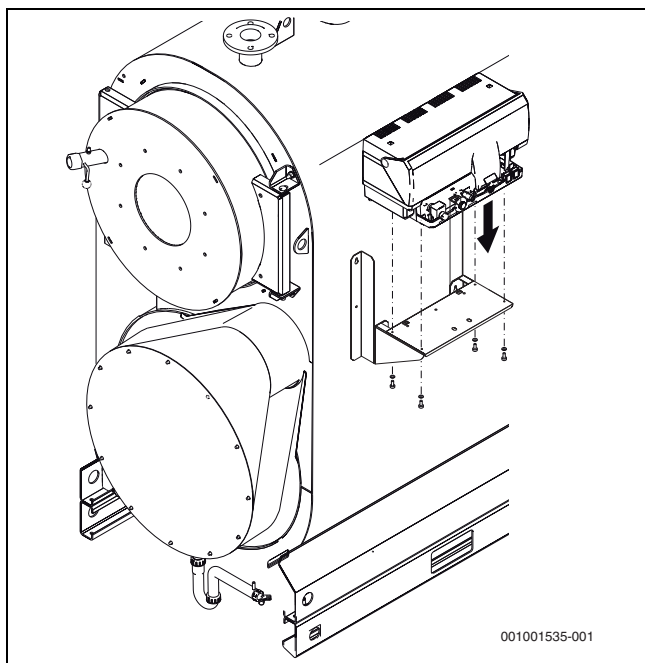

Fig. 25 Montarea automatizării
- ▶ Asigurați capacul detașabil cu șuruburile automatizării (→ fig. 25, pagina 26).